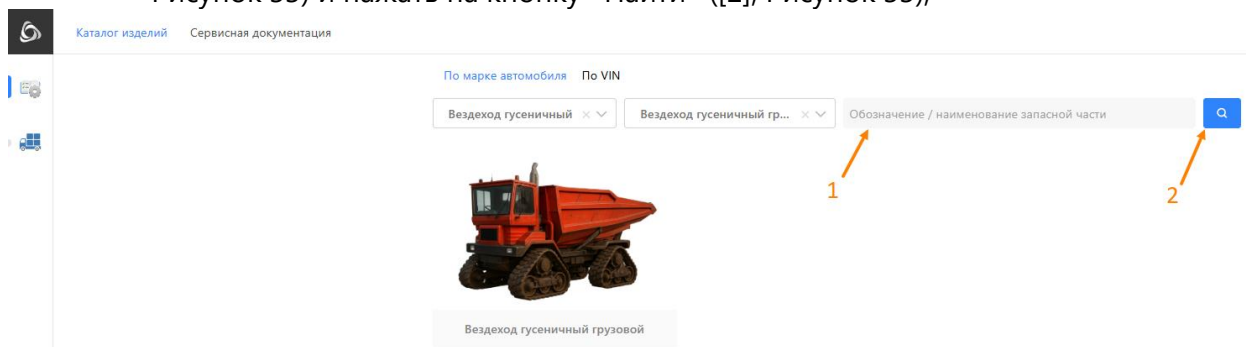

Рисунок 33 – Поиск по названию или обозначению запчасти
- В поле поисковой панели следует ввести название или обозначение запчастей ([1], Рисунок 33) и нажать на кнопку «Найти» ([2], Рисунок 33);